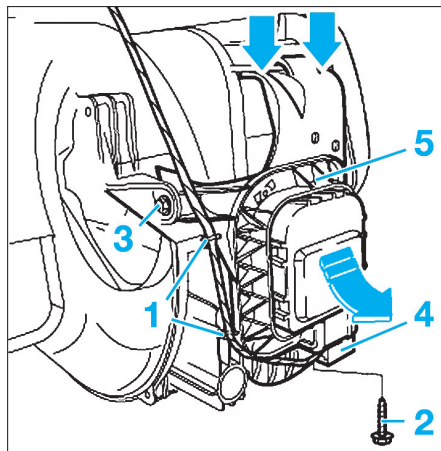

FIG. 28
- Sectionner les serre-câble (1) (Fig.28).